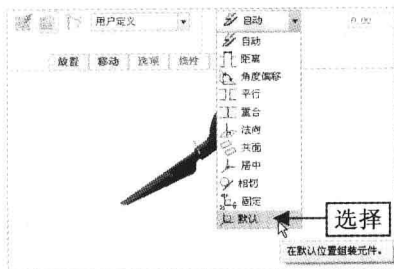

图 15-72 选择“默认”选项
Step 02 同时弹出“元件放置”选项卡，单击“自动”右侧的下拉按钮，在弹出的下拉列表中选择“默认”选项，如图 15-72 所示，单击“应用并保存在工具中所做的所有更改，然后关闭工具对话框”按钮，装配第一个零件。